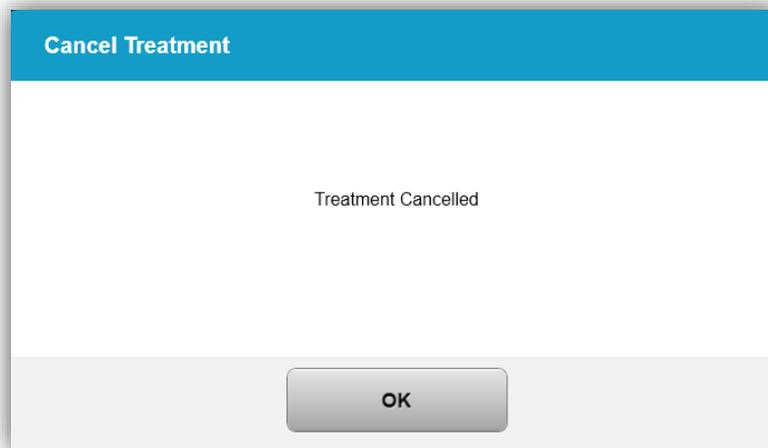

Figura 3-30. Confirmação de tratamento cancelado
- Se o cancelamento do tratamento foi confirmado, uma mensagem na tela, 'tratamento cancelado', aparecerá conforme mostrado na Figura 3-30.